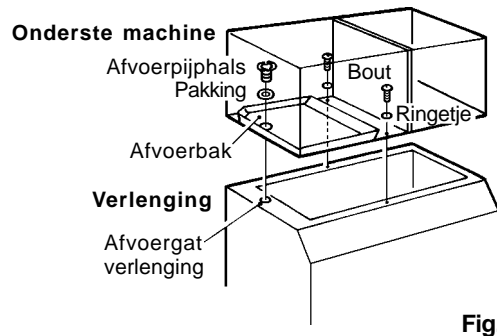

Fig. 6
- 5) Bevestig de onderste machine (X-type) op de bovenkant van de voorraadbunker. Zie Fig. 6.
- 6) Bevestig de onderste machine met de twee meegeleverde bouten en plastic ringetjes. Zie fig. 6.
- 8) [P-200SD] Lijn het afvoergat en het afvoergat van de afvoerbak uit. Breng de pakking aan (bunkeraccessoire) en draai de afvoerpijphals (bunkeraccessoire) stevig vast, binnen de aanbevolen torsie van 39.2 Nm. Zie fig. 6.